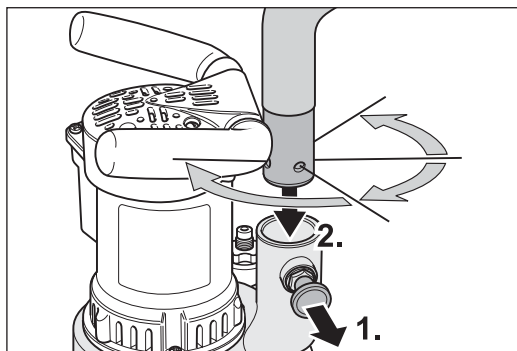

Abb. 2 Am Rastbolzen ziehen (1.) und den Rohrstutzen in das Ventilatorgehäuse einführen (2.).
- 2 Ziehen Sie den Rastbolzen am Absaugstutzen des Ventilatorgehäuses heraus (Abb. 2, 1.) und stecken Sie gleichzeitig den Rohrstutzen in das Ventilatorgehäuse (Abb. 2, 2.).